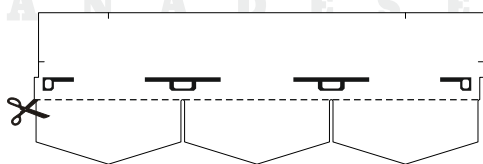
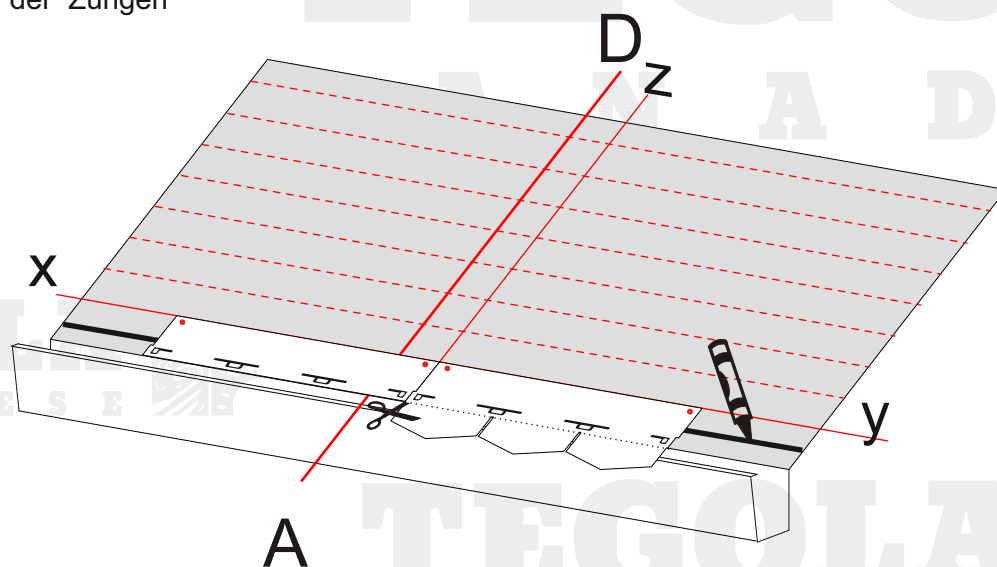

Abb. 2 - Abschneiden der Zungen
Abb. 3 - Verlegung der Anfangsreihe
- Einen dünnen Streifen Bitustick Kaltkleber auf die Trauflinie auftragen (Abb.3);
- Die Zungen der Schindeln für die Anfangsreihe abschneiden (Abb.2), und die Schindeln an die Linie z anlegen (Abb.3);